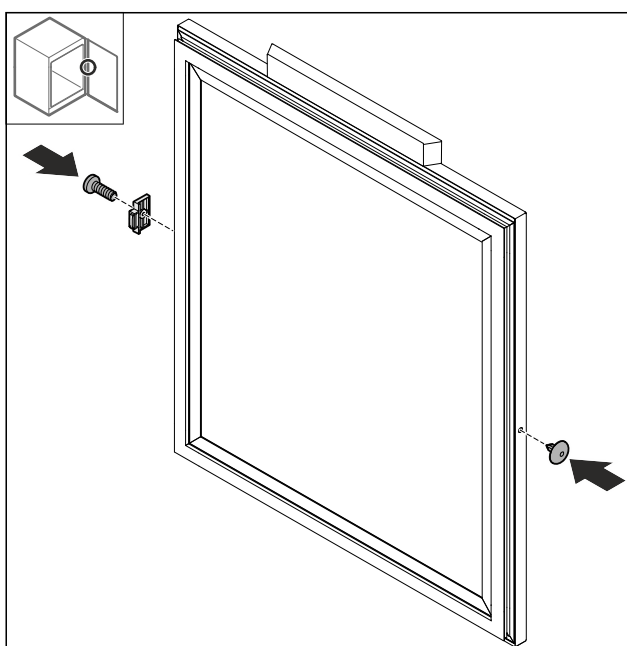

Fig. 78
- Tourner la butée de porte Fig. 78 (1) à 180° et l'installer de l'autre côté.
- Installer le cache Fig. 78 (2) du côté opposé.